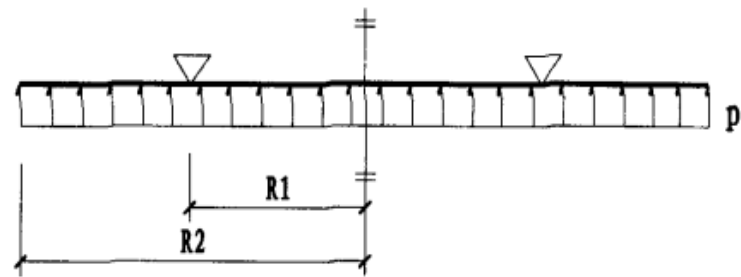

图 3：基础荷载及计算简图
1、园形板式基础按弹性理论进行内力分析，计算简图见图 3。图中 R2 为基础底面半径，R1 为基础杯口壁中线半径，P 为基础外挑中点处的最大净反力。